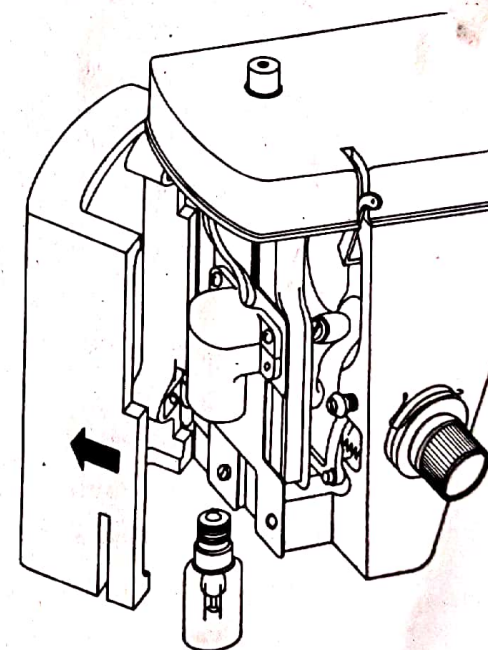

Fig. 41
- 4.— Ponga la nueva lamparita girando de derecha a izquierda hasta que quede bien asegurada (Fig. 41).